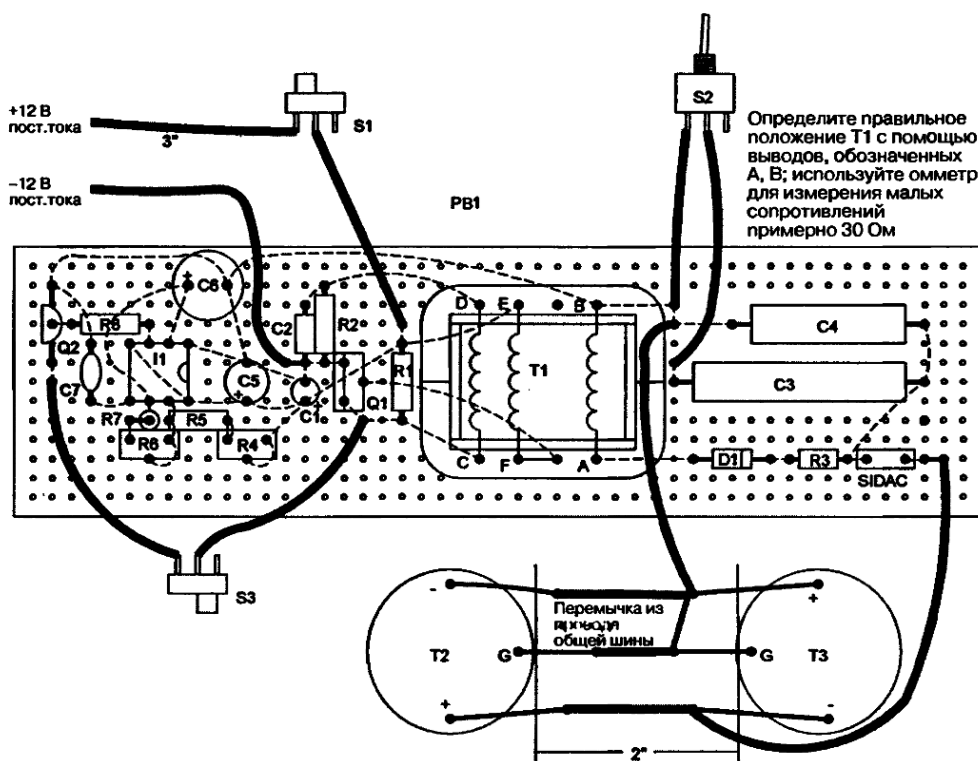

Рис. 15.3. Расположение компонентов на плате и подключения
2. Вставьте выводы компонентов в отверстия платы, начиная с левой узкой стороны печатной платы, и следуйте расположению, показанному на рис. 15.3, используя отверстия в качестве ориентиров. Используйте выводы компонентов для выполнения соединений по ходу распайки в соответствии с принципиальной схемой. Соединения проводятся с тыльной стороны установки компонентов и поэтому показаны пунктирной линией. Рекомендуется примерить до начала пайки более габаритные компоненты. Избегайте мостиков из оголенного провода, некачественных паяных соединений и возможных замыканий вследствие пайки.
Следите за полярностью подключения электролитических конденсаторов (она указана знаком «+») и всех полупроводниковых приборов. Правильно установите микросхему П1, начало выводов которой определяется по ключу (вырез в виде полуокружности и вывод 1 слева от ключа). Положение трансформатора определяется по показаниям омметра (см. рис. 15.3). Заметьте, что SIDAC может иметь два или три вывода. В данной схеме используются только 2 внешних вывода без соблюдения полярности. Их можно подключать как угодно.
4. Предварительно соедините T2 и T3 (см. рис. 15.3), соблюдая разделительное расстояние между ними в 5 см. Используйте короткие куски провода в виниловой оплетке для объединения их выводов на плате из пластика. Соединения с другими компонентами на макетной плате ведите проводом длиной 12,5 см.